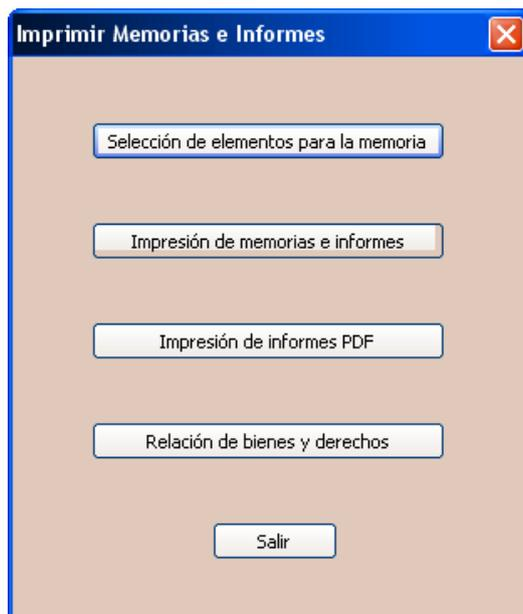
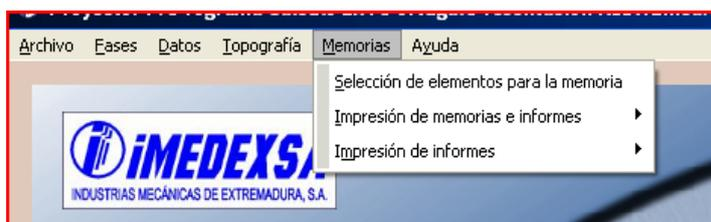

Figura 8.1. Opciones de impresión de memorias e informes
Figura 8.2. Menú de memorias e informes
Desde el botón *memorias e informes* () tenemos tres opciones (Figura 8.1), *selección de elementos para la memoria*, *impresión de memorias e informes* y por último *impresión de informes*. Explicaremos a continuación la exportación de memorias desde el botón mencionado, decir que las mismas opciones aparecen en el menú *Memorias* (Figura 8.2):
- **Impresión de memorias e informes.** En el botón de *impresión de memorias e informes* (Figura 8.1). Al pulsar sobre esta casilla nos aparece un cuadro de diálogo (Figura 8.7) que nos da a elegir entre el documento que queremos
- **Impresión de informes PDF.** Los informes los genera automáticamente el programa al generar la memoria, pero existe la posibilidad de elegir los anexos a incluir (Figura 8.21) al pulsar en el botón de *impresión de informes PDF* (Figura 8.1), elegimos los informes marcándolos. Una vez marcados pinchamos en *crear PDF*, acto seguido elegimos la carpeta donde guardaremos los informes (Figura 8.22). Al terminar de guardar los informes la aplicación nos informa de que la creación de los informes a concluido (Figura 8.23). Estos informes como ya vimos están en formato PDF (Figura 8.24).